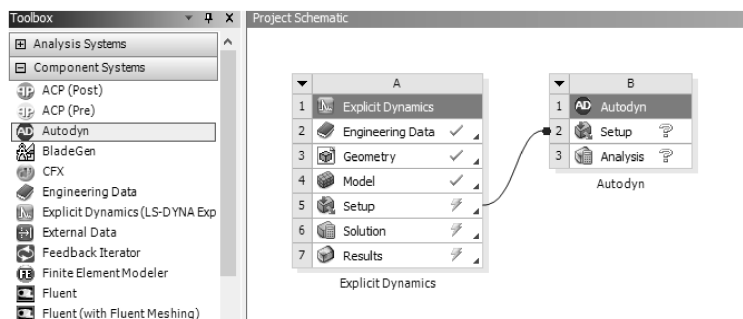

图 6-21 创建 Autodyn 分析
(1) 创建 Explicit Dynamics 与 Autodyn 共享环境：在左边的组件系统中选择【Autodyn】，并将其直接拖至显式动力分析单元格【Setup】处即可，如图 6-21 所示。